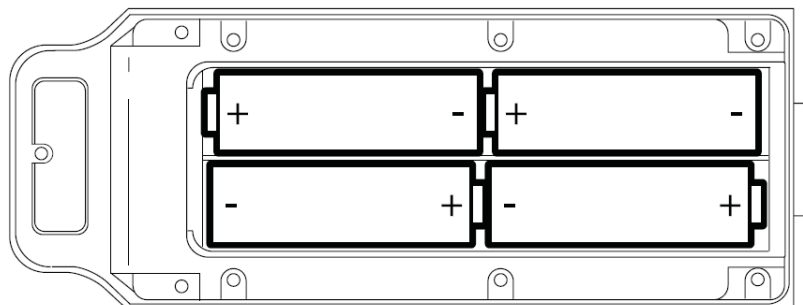

Рисунок 1-4. Отсек для батарей типа AA в открытом положении
**Отсек для батарей типа AA** (см. рис. 1-4) содержит четыре батареи AA, что обеспечивает простое резервирование источника питания приемника. Время работы приемника зависит от емкости батареи AA, режима приемника и типа модема.